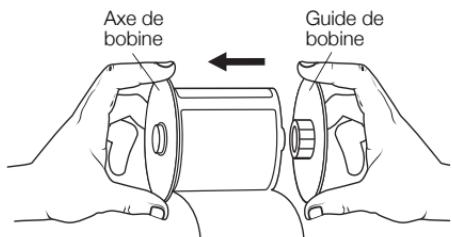

Figure 19
- 4 Tenez l'axe de bobine dans votre main gauche et placez le rouleau d'étiquettes sur l'axe de façon à ce que les étiquettes avancent par en dessous et que le bord gauche du rouleau appuie fermement sur le côté de la bobine. Voir Figure 19.